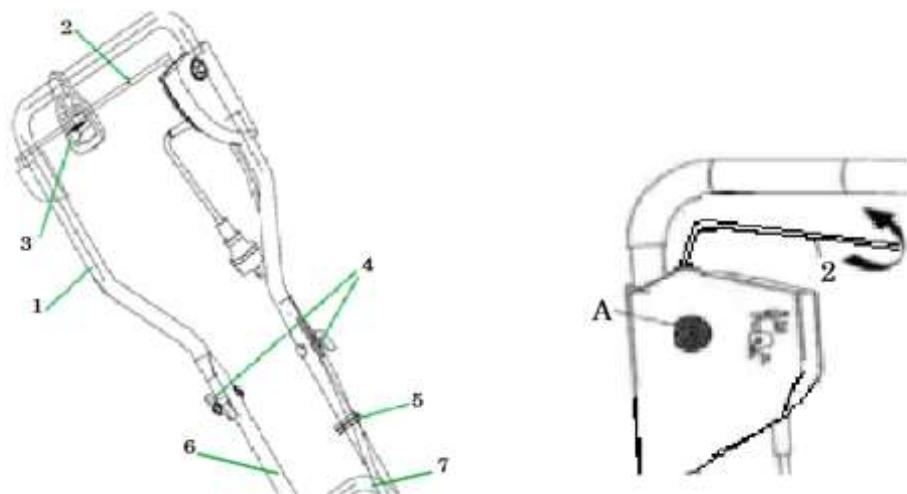

Рис. 2 Элементы управления электрическим культиватором ЭК 1800
ЭК 1800: Установите удлинители рукоятки 6 на нижнюю секцию рукоятки 7 и закрепите ее винтами и барабановыми гайками 4 из комплекта крепления (Рис.2).
ЭК 1800: Наденьте верхнюю секцию рукоятки 1 на удлинители 6 и закрепите ее винтами и барабановыми гайками 4 из комплекта крепления. Закрепите электрический провод электродвигателя с помощью кабельного зажима 5 на удлинителе 6 (Рис.2).
ЭК 1800: Чтобы запустить электрокультиватор, нажмите кнопку предохранителя (A) на предохранительном выключателе, а затем потяните рычаг пуска 2 вверх и прижмите его к рукоятке. Двигатель запустится и фрезы начнут вращаться. Чтобы остановить электрокультиватор, просто отпустите рычаг 2 (Рис. 2).